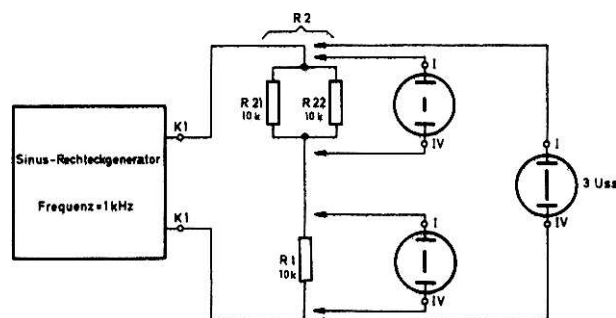

Abb. 31
3.4. Widerstände in Parallelschaltung (Abb. 31)
Soll die Belastung eines Widerstandes verringert werden, so muß der Stromfluß auf zwei Widerstände verteilt werden. Die Schaltung in Abb. 31 zeigt R1 in Reihe mit der Parallelschaltung R21 / R22. Alle Widerstände haben den gleichen Wert, die Gesamtspannung beträgt $3\ V_{SS}$. Der Spannungsabfall an dem Widerstand R1 beträgt $2\ V_{SS}$.